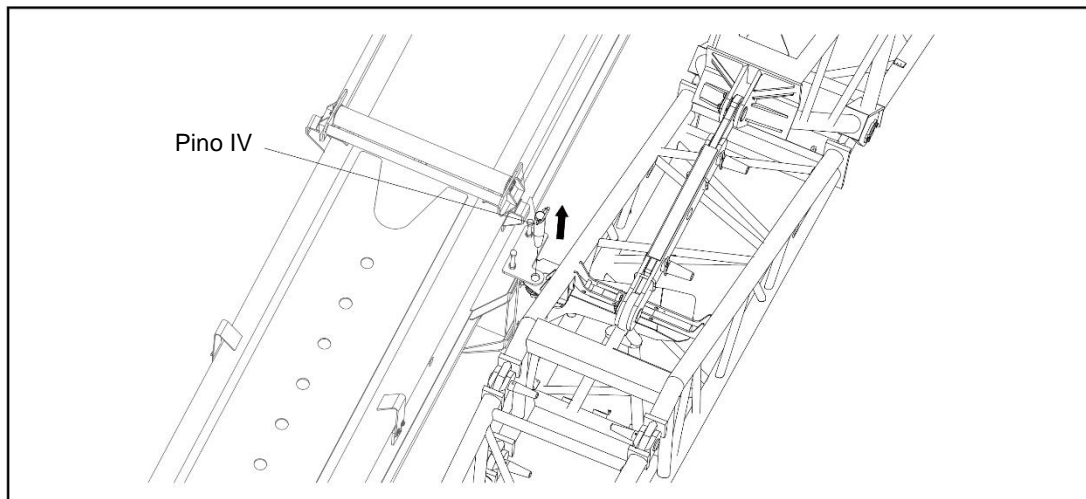

Figura 5-8 Remoção do pino IV
- g) Remova o pino IV. Consulte a figura 5-8.